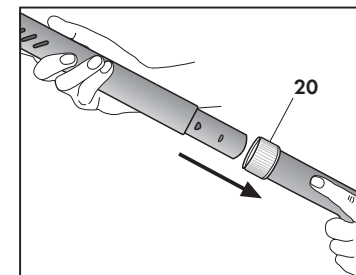
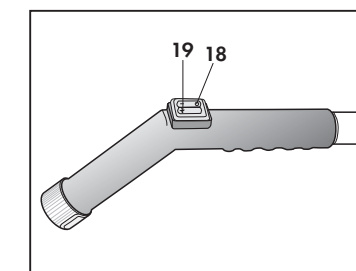

Fig. 11
Fig. 12
- Elle est située à la fin du tuyau flexible et elle permet de relier une rallonge rigide ou un autre accessoire (Fig. 11). La poignée présente deux interrupteurs (Fig. 12)
- **Touche rouge (18)** : en appuyant sur cet interrupteur l'accessoire débite la vapeur.
- **Touche bleu clair (19)** : l'appui sur cet interrupteur permet de débiter le détergent
- En appuyant en même temps sur la **touche rouge (18)** et sur la **touche bleu clair (19)** la vapeur se mélange au détergent.
Les accessoires peuvent être fixés directement à la poignée du tuyau flexible (1), ou, pour plus de praticité, aux tuyaux rallonge (5). Pour accoupler les différents accessoires il suffit d'emboîter le bout mâle de l'un dans la partie terminale femelle de l'autre et de tourner la couronne de blocage (20) (Fig. 11).